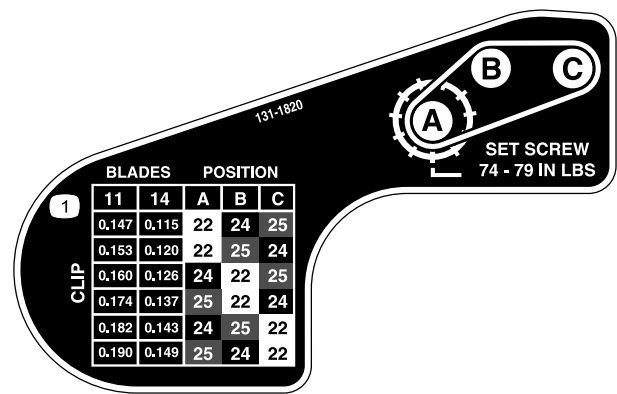

Figura 18
6. Usando la tabla de la pegatina ilustrada en Figura 18, determine la frecuencia de corte deseada y las poleas que tendrá que reubicar.
9. Instale cada polea en la configuración nueva según lo indicado en la pegatina (Figura 18).